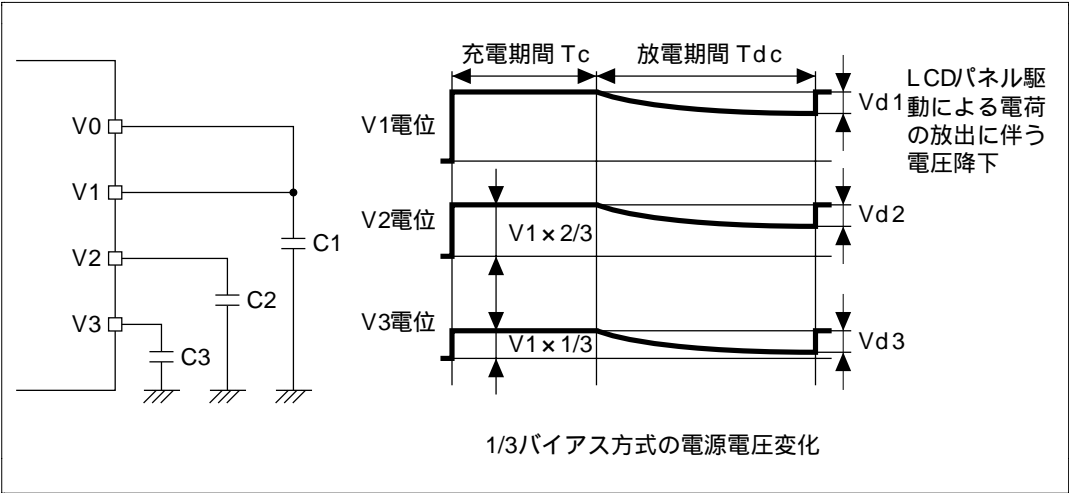

図 13.14 低消費電力 LCD 駆動方式動作例
1. 図 13.14 に示すように、LCD 電源端子の V_1 、 V_2 、 V_3 にコンデンサを外付回路として接続します。
2. V_1 、 V_2 、 V_3 に接続されたコンデンサは図 13.14 に示すような周期で充電と放電を繰り返し、電位を保持します。
1. 図中の充電期間 T_c の間、 V_1 、 V_2 、 V_3 端子には図 13.14 に示すような電位 (V_2 は V_1 の 3 分の 2、 V_3 は V_1 の 3 分の 1 の電位) が内蔵分割抵抗により分圧され、外付コンデンサの C_1 、 C_2 、 C_3 を充電します。この期間も LCD パネルは駆動されています。
4. このようにして V_1 、 V_2 、 V_3 に接続されたコンデンサは図 13.14 に示すような周期で充電と放電を繰り返し、電位を保持しながら LCD パネルを駆動続けます。